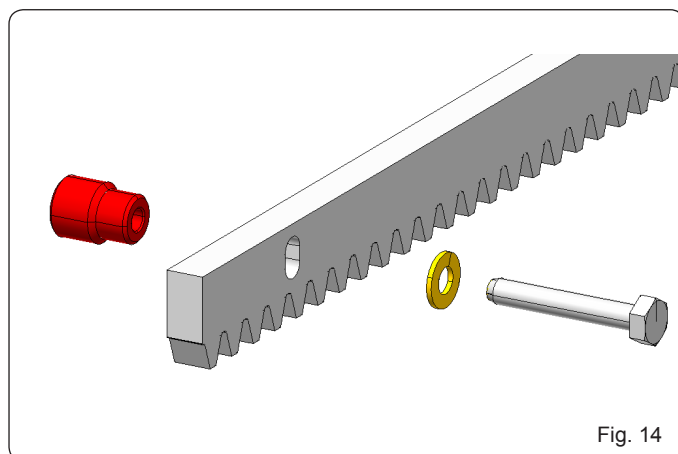

Fig. 14
5.4.2 SCREW-ON STEEL RACK (Fig. 14)